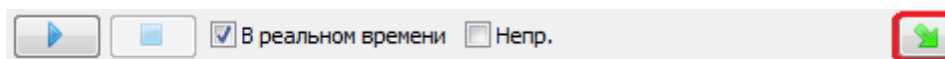

Рис. 4.12 Функция «Показать зависимость уровня сигнала от времени»
6. Для установки момента времени воспроизведения сигналов необходимо отобразить график зависимости уровня сигнала от времени, активировав функцию «Показать зависимость уровня сигнала от времени» (Рис. 4.12) в программе «Воспроизведение сигналов».